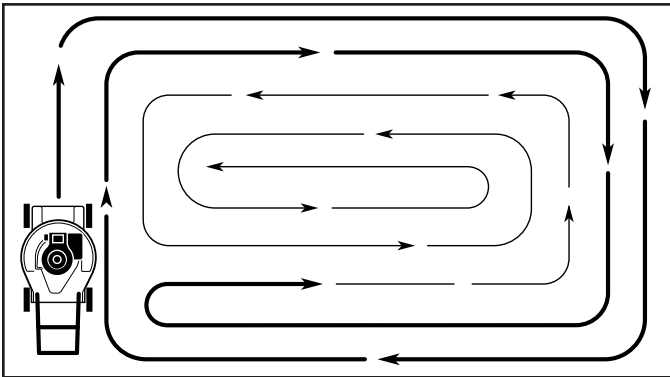

FIG. 12
- Si las segadoras de descarga lateral cortan en una dirección contraria a las manillas del reloj, si se empieza en la parte de afuera del área que se va a cortar, se repartirán los recortes del césped en forma más pareja y el motor se cargará menos. Para evitar que los recortes caigan en los senderos, en las flores, etc., haga los primeros cortes en la dirección de las manillas del reloj (vea Fig. 12).